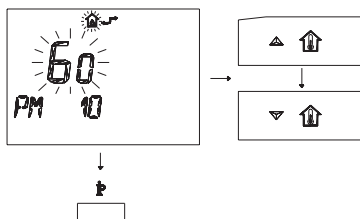

Figura 5.65 Remoto.
- 4 Per modificare il *SET* programmato agire sui pulsanti ▲⏮ o ▼⏮ e aspettare che il numero programmato cominci a lampeggiare (**Figura 5.65**)